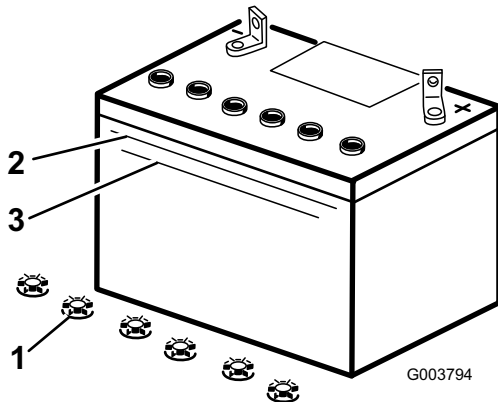

Figura 38
2. Mire hacia el lateral de la batería. El electrolito debe llegar a la línea superior (Figura 38). No permita que el electrolito esté por debajo de la línea inferior (Figura 38).
3. Retire los tapones de llenado de la batería (Figura 38).
4. Vierta lentamente agua destilada en cada célula de la batería hasta que el nivel de electrolito llegue a la línea superior (Figura 38) de la caja de la batería.
5. Espere de cinco a diez minutos después de llenar las células de la batería. Añada agua destilada, si es necesario, hasta que el nivel de electrolito llegue a la línea superior (Figura 38) de la caja de la batería.